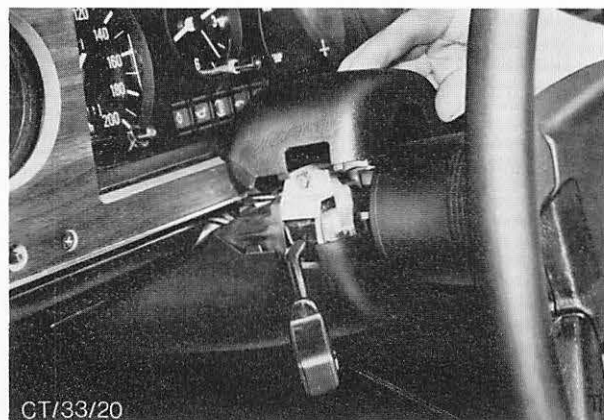

Abb. 59 Obere Hälfte der Lenksäulenverkleidung aus der Steckhalterung lösen
2. Lenksäulenverkleidung abbauen (obere Hälfte gesteckt, untere mit 3 Schrauben befestigt), Abb. 59.